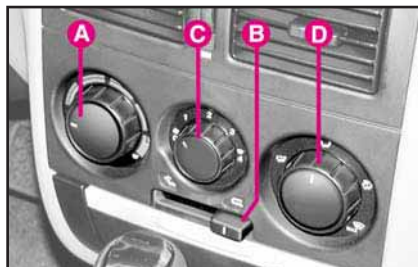

fig. 44
COMANDI fig. 44
5) Climatizzatore: premere la manopola **C**-fig. 44.
Il climatizzatore è molto utile per accelerare il disappannamento, perché deumidifica l'aria. È sufficiente regolare i comandi per la funzione disappannamento e attivare il climatizzatore, premendo la manopola **C**-fig. 44.